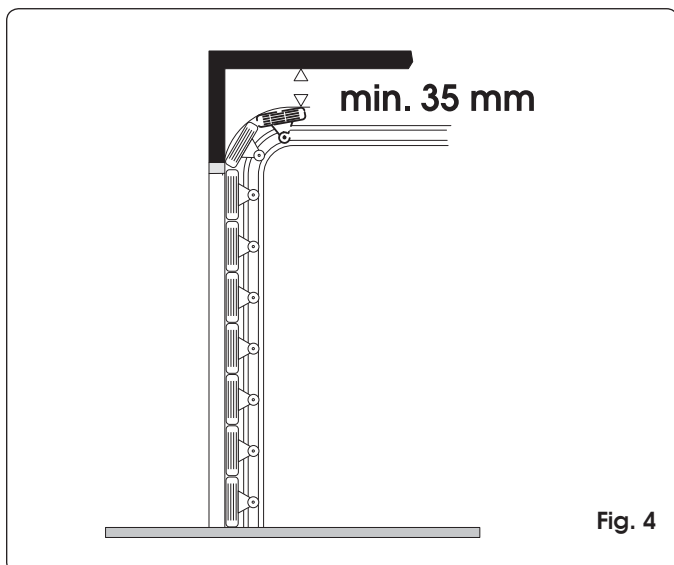

Fig. 4
Ingombro massimo dal soffitto (mm)	35 (Fig. 4)
- Controllare che vi sia uno spazio di almeno 35 mm tra il soffitto ed il punto più alto di scorrimento del portone (Fig. 4).
- 2) Tracciare sull'architrave una linea orizzontale corrispondente alla massima altezza raggiunta dalla porta durante il movimento (vedi Fig. 4).